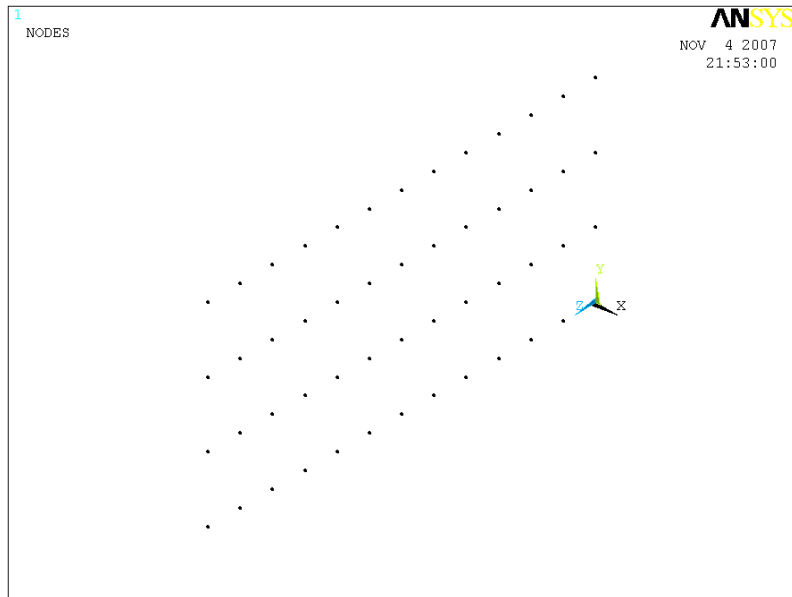

Рисунок 43. Результат выбора узловых точек поверхности A1
- Нажать кнопку *Cancel* (Рисунок 43).